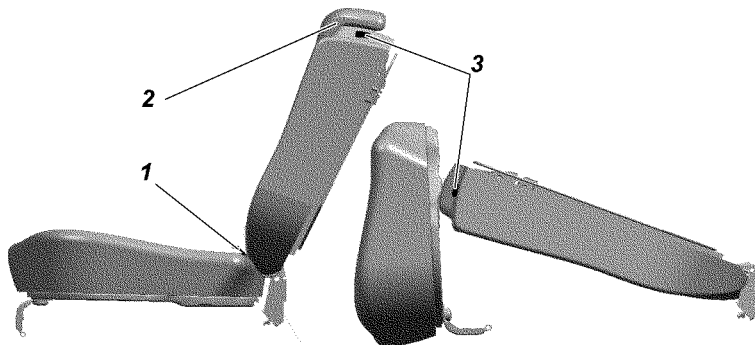

Рис. 3.25. Заднее трехместное сиденье:
Заднее трехместное сиденье (рис. 3.25) состоит из одностестной и двухместной подушки и одностестной и двухместной спинки.
- потяните за петлю 1 (рис. 3.25) и установите подушку в вертикальное положение;
- потяните за рычаг 3 по направлению движения автомобиля, освободив спинку, уложите ее, как показано на схеме, рис. 3.25;